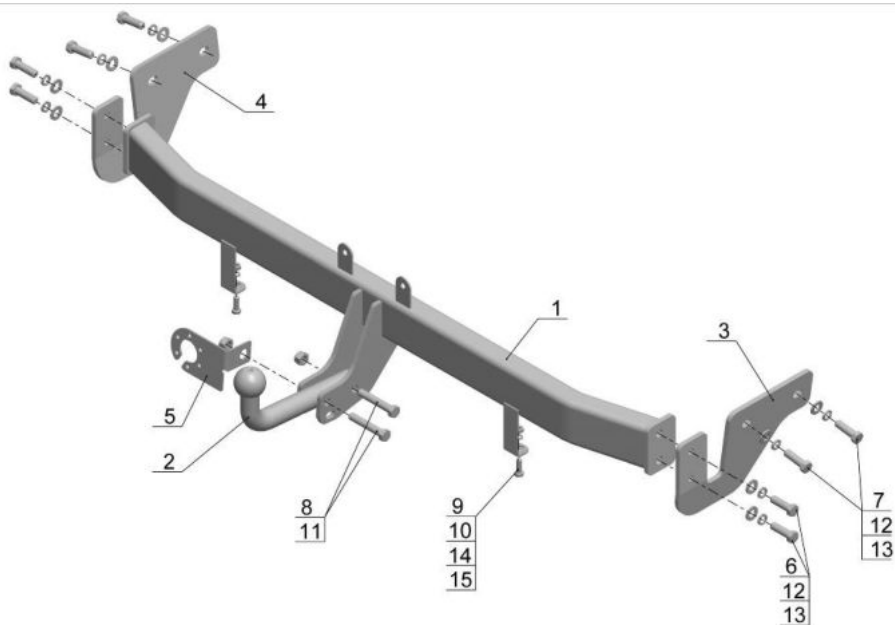

Рис.1.
- Установите ТСУ (рис.1) на автомобиль, используя крепежные элементы (поз.6,12,13);